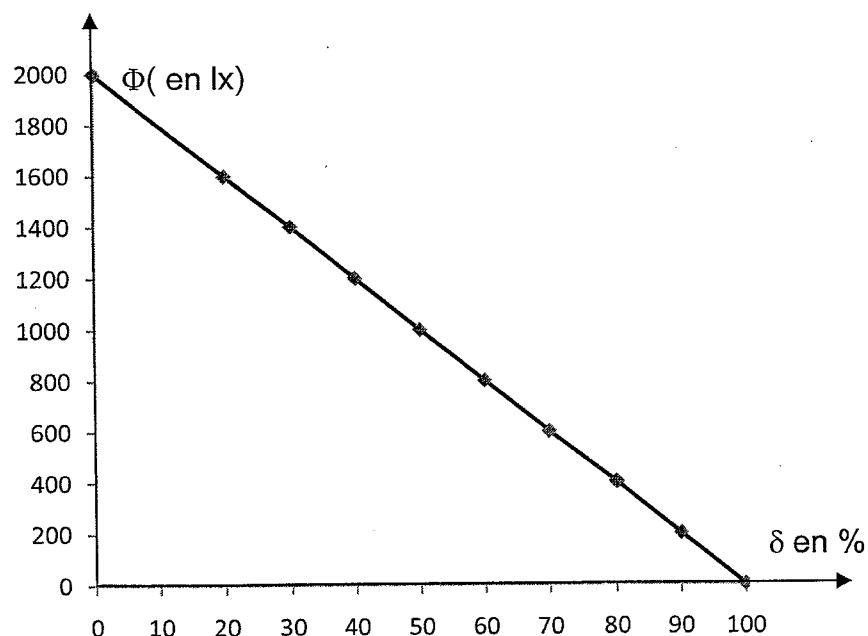

FIGURE 2
A.1.3 En présence d'eau sur le pare-brise, le module translucide n'offre plus de réflexion totale : une partie de la lumière incidente est réfractée vers l'extérieur de l'habitacle. Le constructeur donne (figure 2), la caractéristique de transmission du flux reçu par les photodiodes  $\Phi$  en fonction du pourcentage de surface mouillée du module translucide noté  $\delta$ .